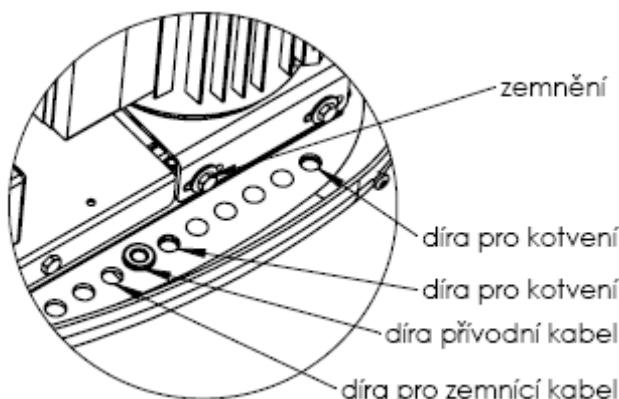

Fig. 3
- la fixation est effectuée à l'aide des vis d'ancrage M8-160 (fig.3) et d'une préparation chimique (mortier résineux à deux composants pour la fixation des parties mécaniques à la couche sous-jacente minérale). La profondeur d'enfoncement des vis est de 138 mm. Pour le blocage, utiliser des cales d'une largeur de 8,2 et un écrou autobloquant M8. Ni les vis ni les autres matériaux ne font partie de la livraison.
- la fixation est réalisée à l'aide des vis d'ancrage M8-160 (fig.3) et préparation chimique. La profondeur d'enfoncement des vis est de 138 mm. Pour bien les assurer, il faut utiliser des cales d'une largeur de 8,2 et un écrou autobloquant M8. Ni les vis ni les autres matériaux ne font partie de la livraison.
- le câble d'arrivée de $3 \times 1,5 \text{ mm}^2$ est passé par l'orifice de passage de câble du capot inférieur, voir fig. 3. Il doit être ensuite assuré contre l'arrachement à l'aide du verrou préparé dans le boîtier. Le câble doit être amené vers la pompe de nage à contre-courant dans une gaine de protection du câble.